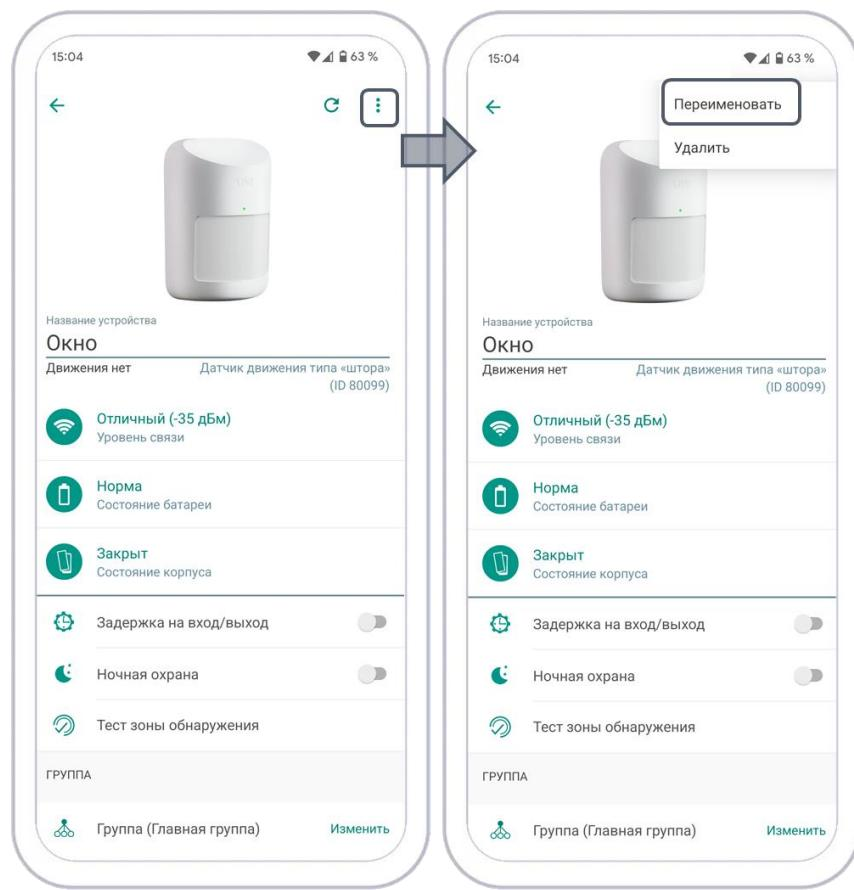

Рисунок 12.6 – Вызов меню на экране настройки радиоустройства
1. Откройте экран настройки радиоустройства в приложении (см. рисунок 12.6).